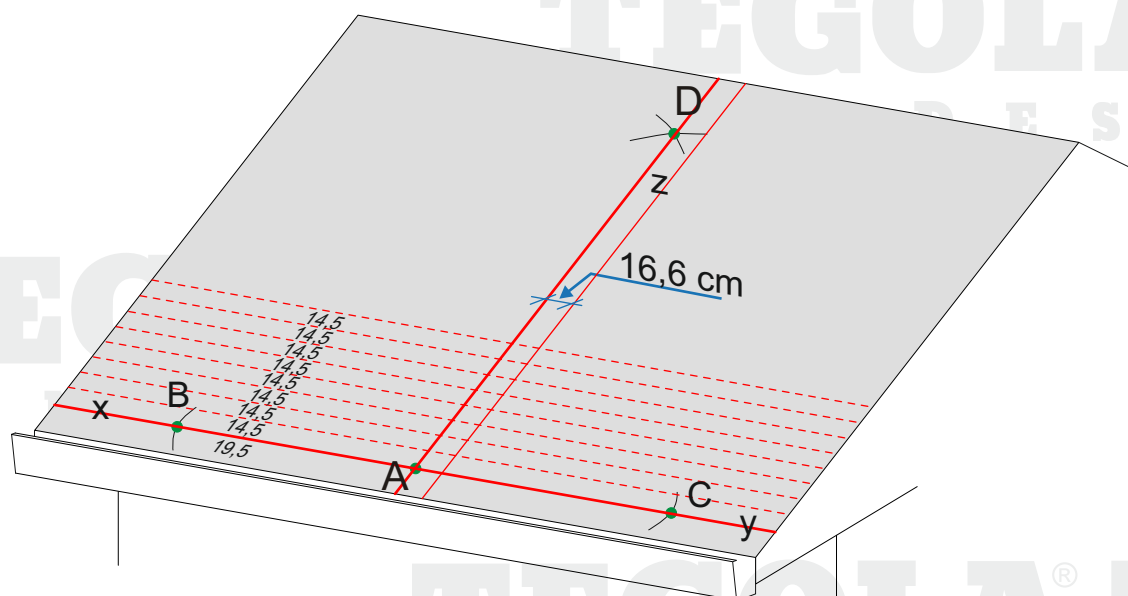

Abb. 1 - Abschnürung des Daches
- Diese werden mit den horizontalen Linien verbunden (Abb. 1).